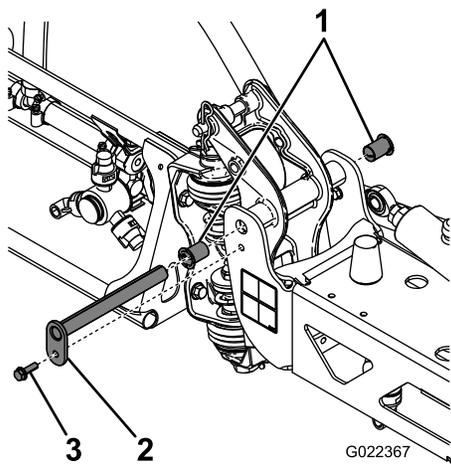

Figura 57
3. Quando il peso della barra è supportato, toglie il bullone e il dado che fissano il perno di articolazione nel gruppo barra (Figura 57).
4. Togliete il bullone e il dado che fissano il perno di articolazione, quindi togliete il perno (Figura 57).
6. Togliete le boccole di nylon dal lato frontale e posteriore della staffa orientabile e controllatele (Figura 57).
7. Spalmate le boccole di nylon con un velo d'olio e montatele nella staffa orientabile (Figura 57).
8. Montate la barra e la staffa orientabile nel telaio centrale, allineando i fori (Figura 57).